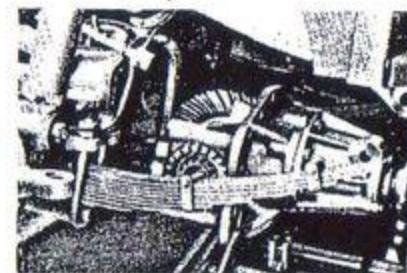

Bild 93. Demontering av framaxelväxel.
4. Lossa växeln fästskruvar och lyft ner den med lämplig domkraft (bild 93). Styr upp differentialspärren hylsa så att växeln går fri.